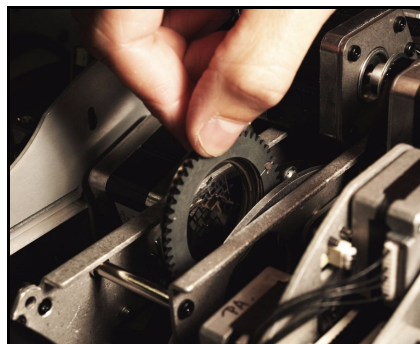

Figure 19: Retrait des gobos
5. Voir Figure 19. Attrapez le porte gobo par sa denture et tirez-le hors de son support pour le dégager de la roue.